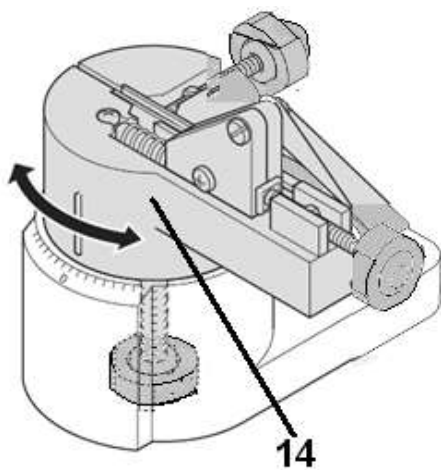

Рис. 7
- 2) Если вам известен угол цепи, поверните рабочую поверхность под тем же углом, что и цепь (14) (рис. 7).